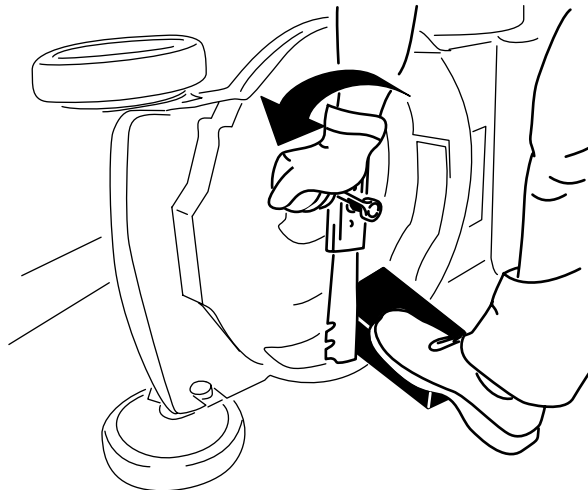

Figure 22
3. Immobilisez la lame avec un morceau de bois (Figure 22).
4. Déposez la lame et conservez les fixations (Figure 22).